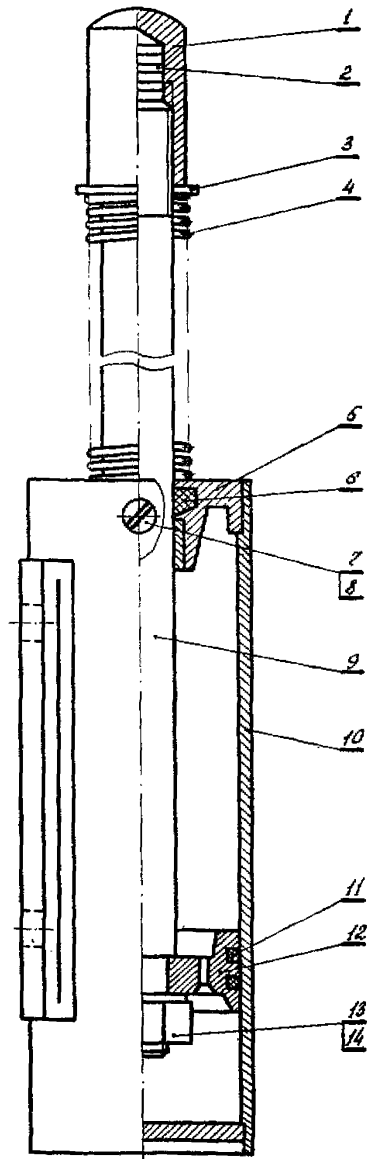

Рис. 10. Буфер:
07.2. Отвинтить наконечник 1 со штока 9 (рис. 10).
**П р и м е ч а н и е.** Регулировка буфера путем установки шайбы 2 в наконечник I (см. рис. 10) производится при регулировке отделителя.
10.3. Отрегулировать дополнительный запас хода штока буфера 16 (см. рис. I), который должен быть 2-15 мм. Регулировка производится наконечником I (см. рис. 10) и вложенными в него шайбами 2. В отключенном положении отделителя резиновый буфер должен упираться в кронштейн 7 (см. рис. 8).